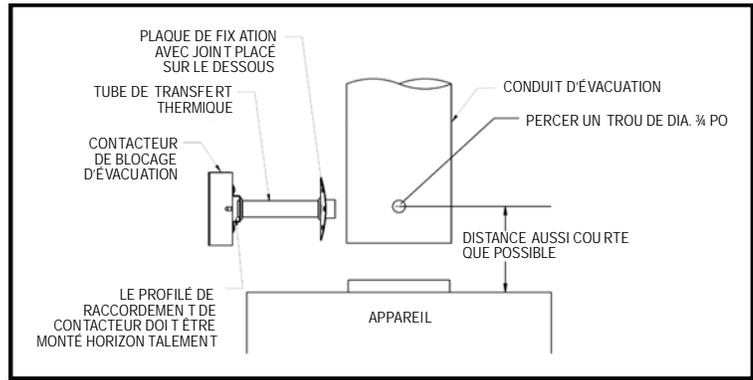

Figure 18
1. Percer ou forer orifice propre (diamètre  $3/4 \pm 1/32$  po) dans le conduit d'évacuation à proximité de la sortie d'évacuation de l'appareil (voir Figure 18).